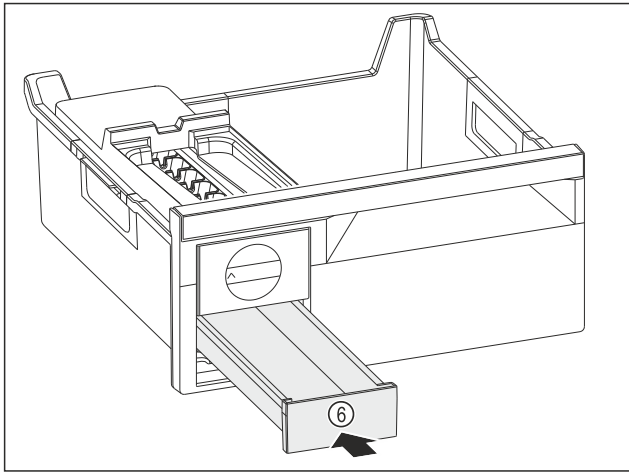

Fig. 162
- ▶ Eiswürfelschubfach Fig. 162 (6) einschieben.